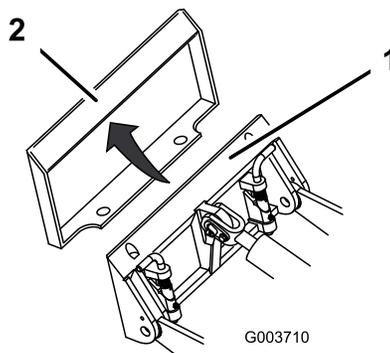

図 24
4. 取り付けプレートをアタッチメント受けプレートの上側にセットする 図 24。